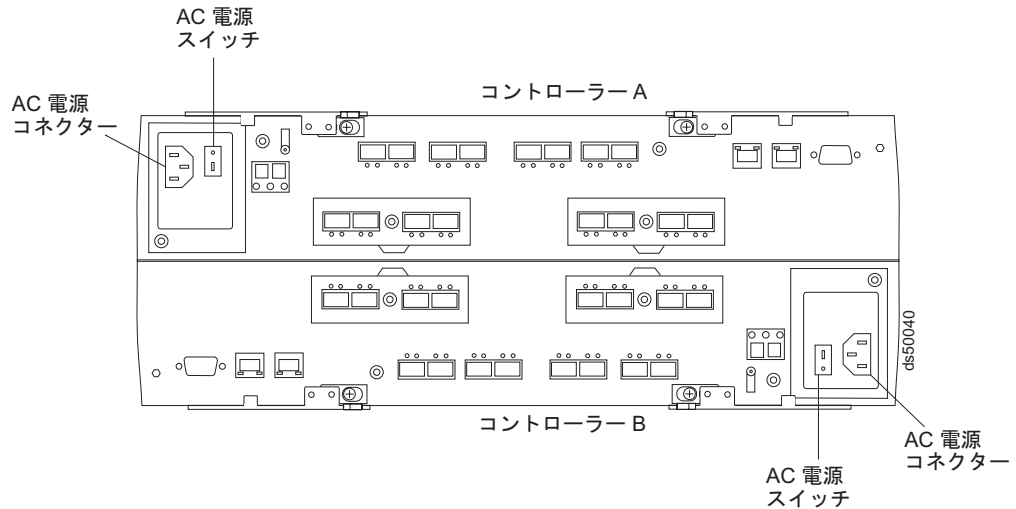

図 91. コントローラー上の AC 電源スイッチ
5. ストレージ・サブシステムの各コントローラーの背面にある AC 電源スイッチをオンにします。146 ページの図 91 は、コントローラー上の AC 電源スイッチの位置を示しています。